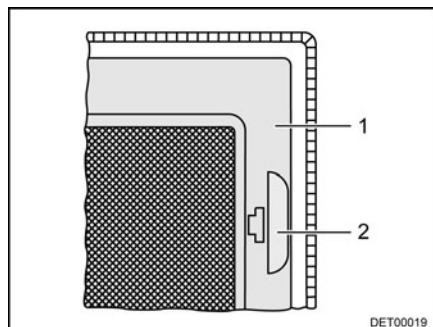

Fig. 38 Moustiquaire
- Tirer sur la poignée (Fig. 38,2).
- Rabattre la moustiquaire (Fig. 38,1) vers le bas.
- Faire basculer la moustiquaire (Fig. 38,1) vers le haut jusqu'à ce qu'elle s'enclenche.